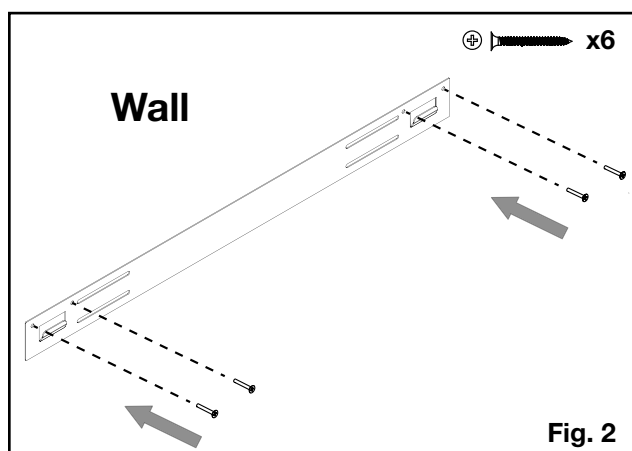

Fig. 2
4. Marquez l'emplacement, puis fixez le support au mur à l'aide des vis (fournies). Les crochets de ce support DOIVENT être orientés vers le haut et il DOIT être de niveau (**Fig. 2**).